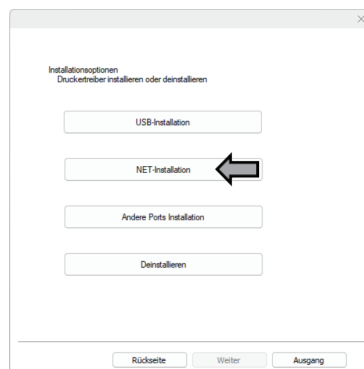

Fig.12
- ⑥ Wählen Sie im Fenster „Installationsoptionen – Druckertreiber installieren oder deinstallieren“ die Option „Net-Installation“ (siehe Abbildung 12).